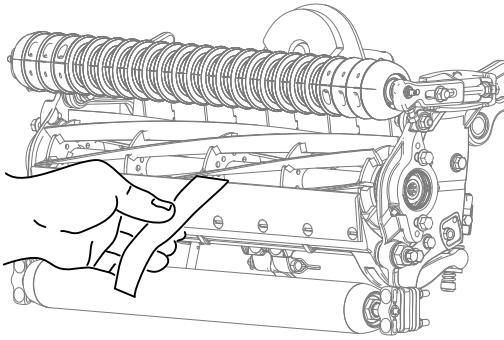

Figure 8
- B. Insérez une longue bande de papier de performance de coupe (réf. Toro 125-5610) entre le cylindre et la contre-lame, perpendiculairement à la contre-lame (Figure 8), puis tournez **lentement** le cylindre en avant ; il devrait couper le papier ; si ce n'est pas le cas, répétez les opérations A et B jusqu'à ce que le papier soit coupé.
13. Insérez une longue bande de papier de performance de coupe (réf. Toro 125-5610) entre le cylindre et la contre-lame, perpendiculairement à la contre-lame (**Figure 8**), puis tournez **lentement** le cylindre en avant ; il devrait couper le papier ; s'il ne le coupe pas, tournez chaque vis de réglage de la barre d'appui de 1 cran dans le sens horaire et répétez cette opération jusqu'à ce que le papier soit coupé.